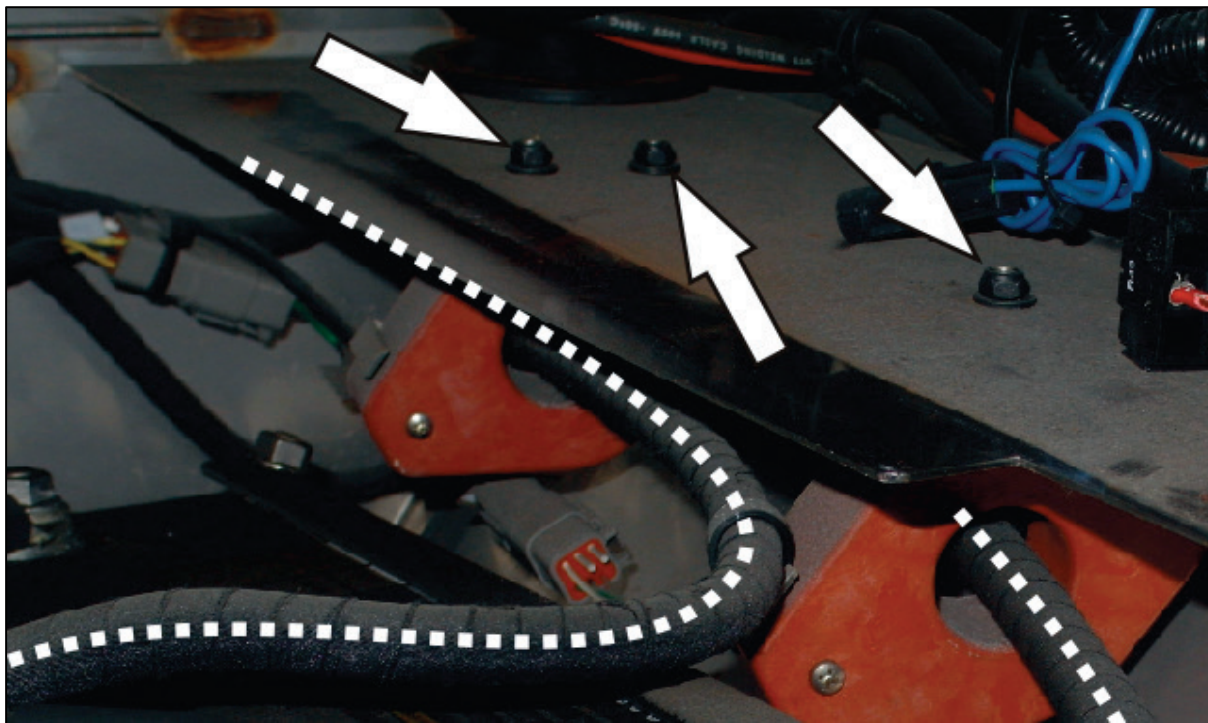

Figure 13 : vis de montage, Série H
7. Démonter les capteurs. (Fig. 13 et 15)